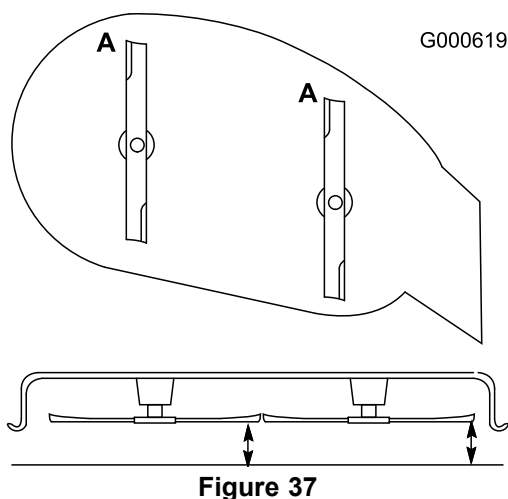

Figure 37
2. Tournez les lames dans le sens longitudinal (Figure 37). Mesurez la distance entre la surface plane et le tranchant (position A) des lames (Figure 37) et notez cette valeur.